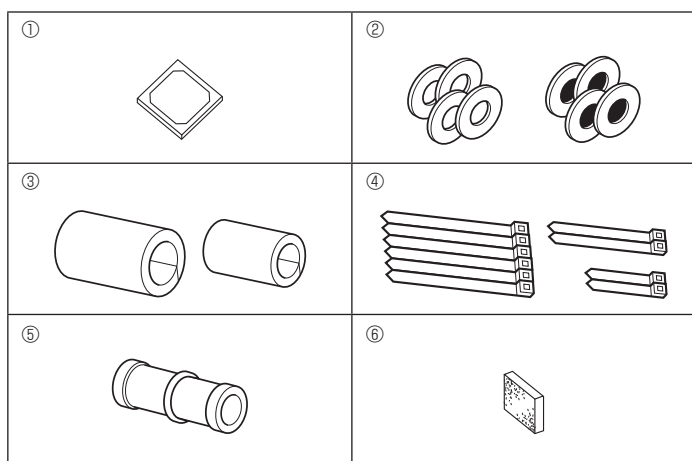

Fig. 2-1
2.1. Vérifiez les accessoires qui accompagnent l'appareil intérieur (Fig. 2-1)